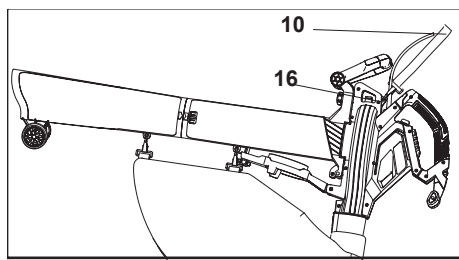
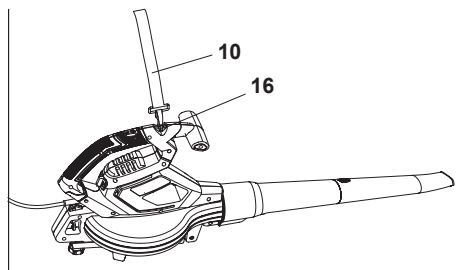

Fig. 8
Fig. 9
2. Ajuste la longitud del arnés (10) de modo que el clip de sujeción (10a) quede aproximadamente 15 cm por debajo de su cintura.
3. Coloque el clip de sujeción (10a) en el orificio para colgar (7) cuando esté ensamblado para aspirar (Fig. 8); Coloque el clip de sujeción (14a) en el orificio para colgar (11a) cuando esté ensamblado para soplar (Fig. 9).